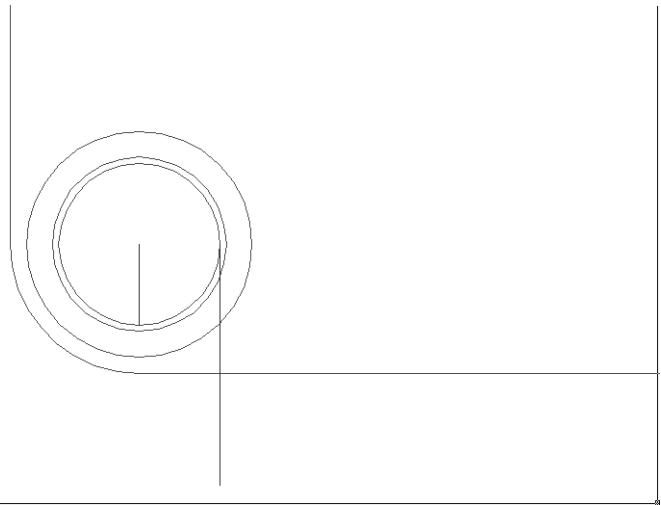

Рис. 9.7 ▼ Две вертикальные линии начерчены
- Используя инструмент С линиями (Line), режим ОРТО (ORTHO) и режим привязки Квадрант (Quadrant), проведите вниз вертикальную линию, начинающуюся от крайней правой точки внутренней окружности, а также еще одну вертикальную линию от центра окружности до ее нижнего квадранта (рис. 9.7).
- Запустите инструмент Массив (Array) (например, введя в командном окне мс (AR)).